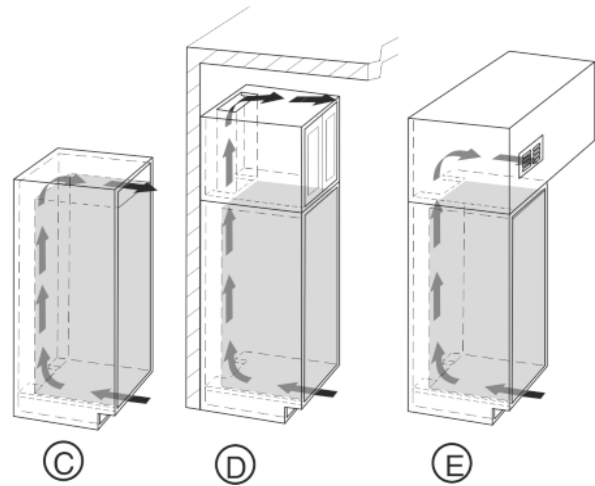

Fig. 4
- De bovenste ventilatieruimte kan direct boven het apparaat met een optioneel ventilatierooster Fig. 4 (C), in de buurt van het plafond boven het meubel Fig. 4 (D) of als lufafvoering in een tussenplafond Fig. 4 (E) zijn uitgevoerd.